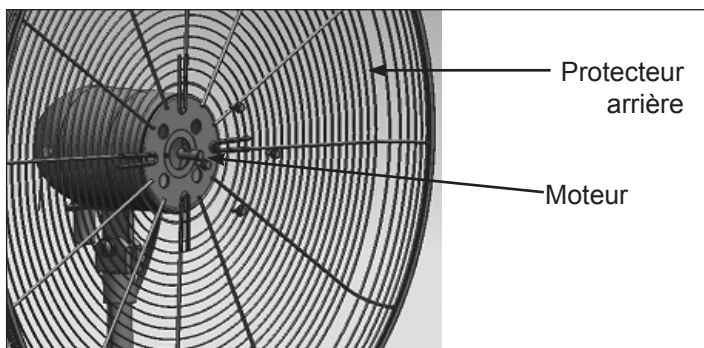

Figure 2 : Fixer le protecteur arrière sur le moteur
8. Glisser le protecteur arrière sur l'ensemble de moteur et le fixer avec quatre vis à épaulement (voir Figure 2). Serrer fermement les vis à l'aide de la clé.